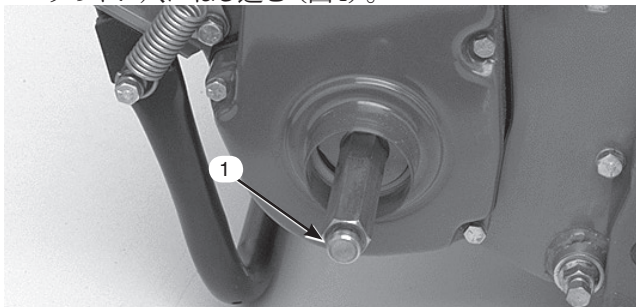

図4
3. 右側ホイール・シャフトを機体の右側にある駆動パールのネジ穴にねじ込む(図4)。